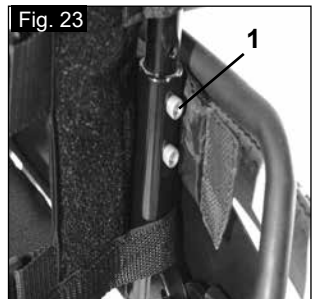

Fig. 23
La altura del respaldo puede establecerse en 2 ó 3 posiciones distintas (dependiendo del modelo) (41 cm; 43,5 cm y 46 cm). Afloje y retire los tornillos (1)+ (2), y coloque el tubo del respaldo a la posición deseada. Vuelva a ajustar los tornillos (Fig. 23).